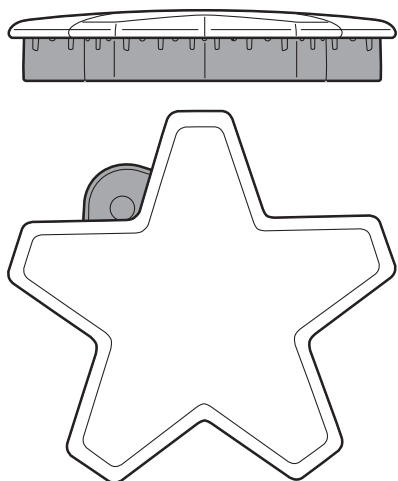
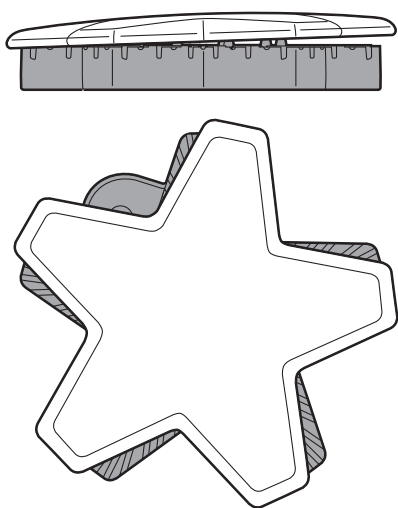

Figure 10 : Chapeau de brûleur correctement placé
Figure 11 : Chapeau de brûleur incorrectement placé
5. **Assurez-vous que les chapeaux des brûleurs STAR^{mc} sont bien posés sur leurs bases sur la table de cuisson** (Figure 10 et Figure 11 à la page 15). Allumez chaque brûleur pour vous assurer que la flamme est d'une couleur adéquate. Consultez la section « *Description de la flamme* » à la page 16 » pour plus de détails.
- Vérifiez chaque brûleur pour vous assurer qu'il n'y a pas d'espace entre le chapeau et la base du brûleur. Voir les *Figure 10* et *Figure 11* pour des exemples de chapeau de brûleur correctement ou incorrectement placés.
- Vous pouvez essayer de déplacer délicatement les chapeaux des brûleurs latéralement pour vous assurer qu'ils sont placés correctement sur leur base. Lorsqu'ils sont bien placés, les chapeaux des brûleurs sont droits sur la base et couvrent complètement la base du brûleur en forme d'étoile lorsque vous les regardez d'en haut, comme sur la *Figure 10*.